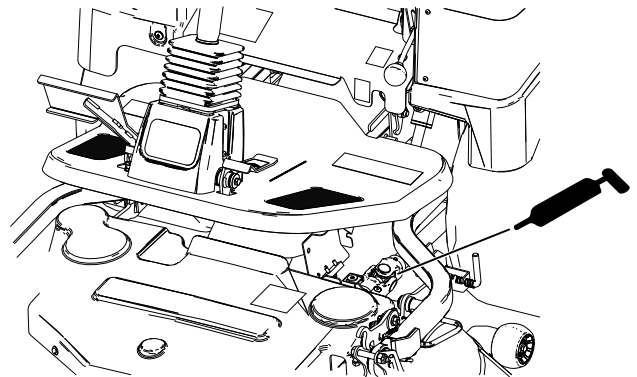

Bild 46
- Vorderes Antriebsgelenk der Antriebswelle am Mähergetriebe (Bild 46).